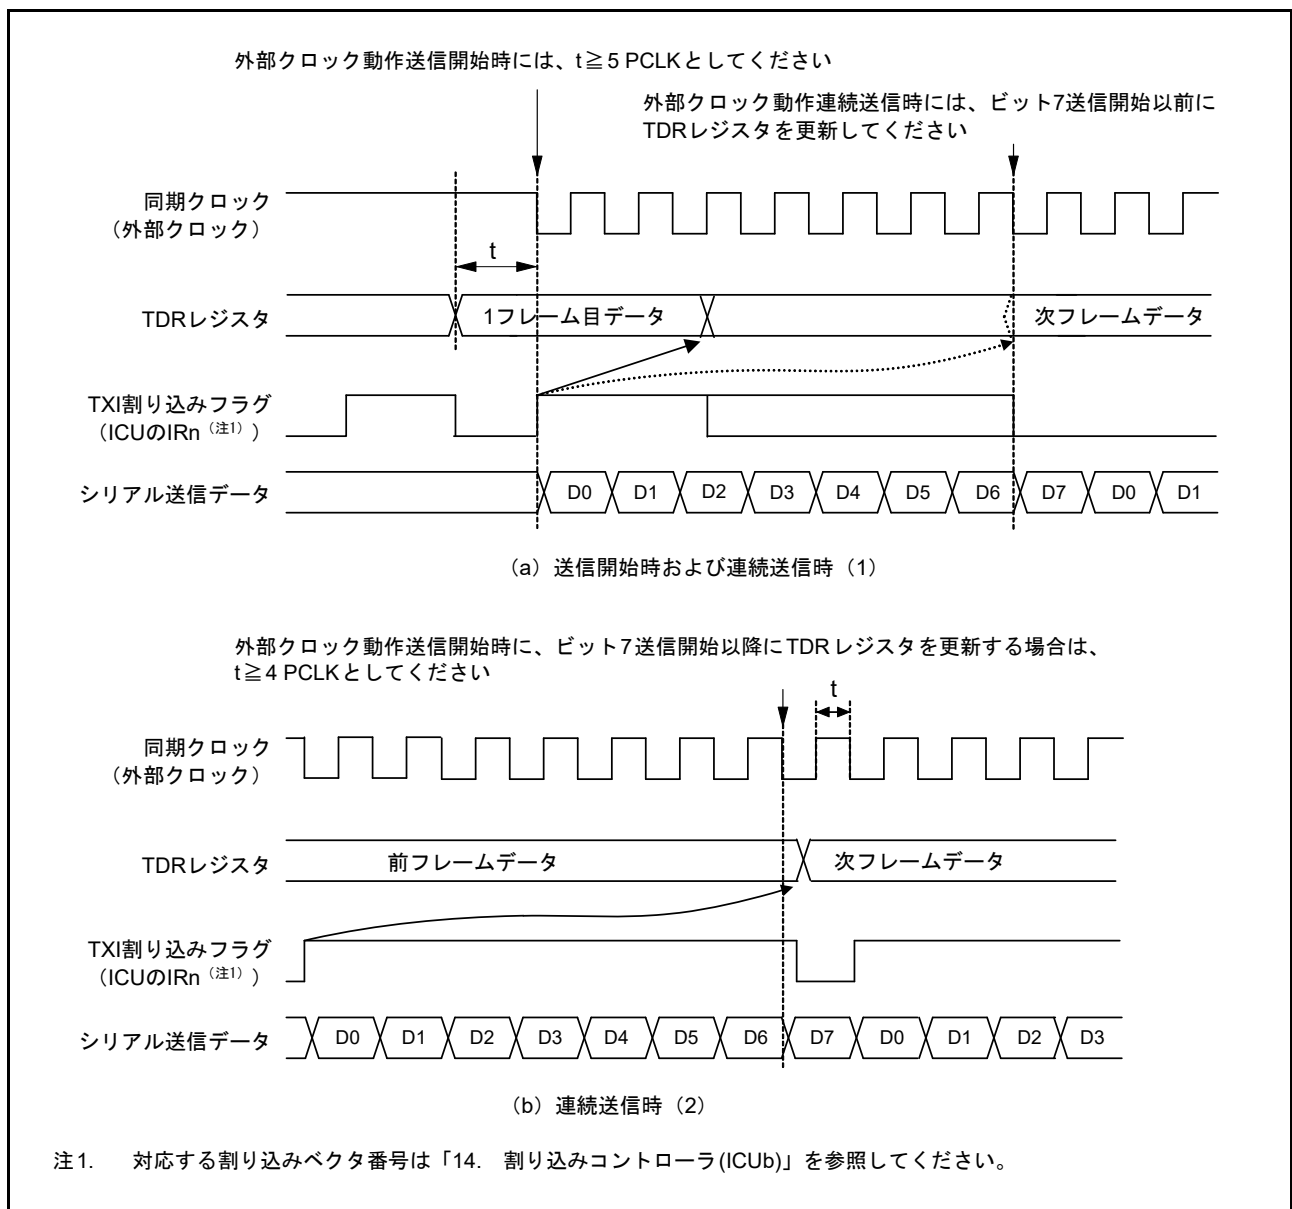

図 31.80 クロック同期式モード送信での外部クロック使用の制約事項
CPU、DMAC または DTC による TDR レジスタの更新後、PCLK で 5 クロック以上経過した後に送信クロックを入力してください (図 31.80 参照)。
(2) 連続送信時
- ビット7の送信クロックの立ち上がり以前に、TDR レジスタまたは TDRL レジスタに次の送信データを書き込んでください (図 31.80 参照)。
- ビット7送信開始以降に TDR レジスタを更新する場合は、同期クロックが Low の期間に TDR レジスタを更新し、かつビット7の送信クロックの High 幅を、4 PCLK 以上にしてください (図 31.80 参照)。